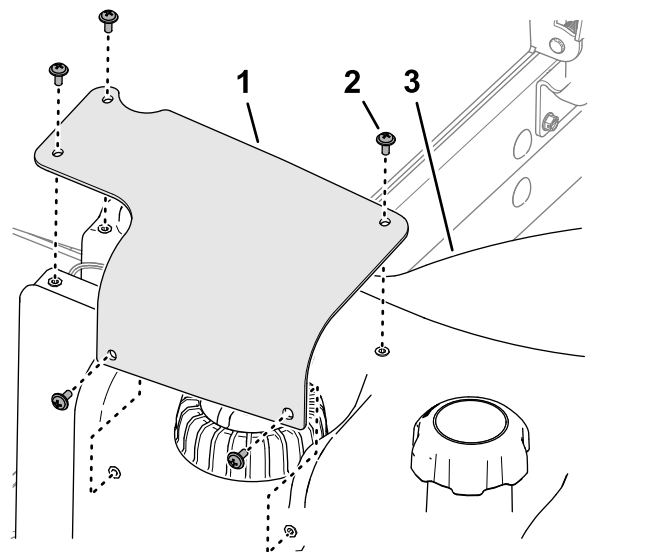

**Figura 90**
7. Alinee los orificios de la tapa del sensor de combustible con los orificios del depósito de combustible, y sujete la tapa al depósito con los 5 tornillos Phillips (Figura 90).